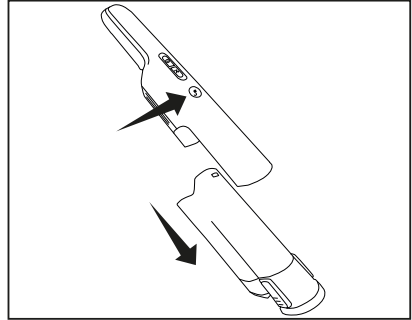

Fig. 4
1. Appuyez sur le bouton du retrait du réservoir à poussière tout en éloignant le réservoir à poussière de l'aspirateur pour l'extraire de l'aspirateur (Fig. 4).